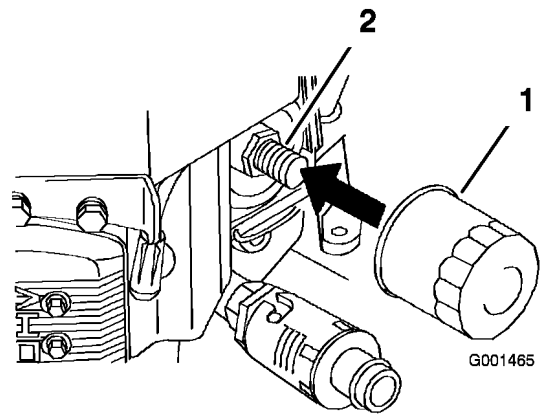

Figure 32
2. Retirez le filtre usagé (Figure 32).
3. Appliquez un mince film d'huile neuve sur le joint en caoutchouc du filtre de rechange (Figure 32).
4. Posez le filtre à huile de rechange sur l'adaptateur, tournez le filtre dans le sens horaire jusqu'à ce que le joint en caoutchouc touche l'adaptateur, puis serrez le filtre de 3/4 de tour supplémentaire (Figure 32).